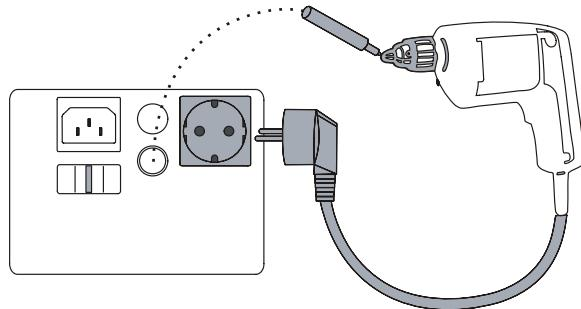

Abbildung 5. Messung des Isolationswiderstandes
- 1  Stecken Sie den Netzstecker des Prüflings in die Prüf-/Netzsteckdose. Bei Bedarf zusätzlich die Sonde (R_{ISO}), wie auf dem Tester dargestellt anschliessen, siehe Abbildung 5. Für Geräte der Schutzklasse I wird keine Prüfsonde benötigt. Bei Geräten der Schutzklasse II verbinden Sie die Prüfsonde mit allen berührbaren Metallteilen des Prüflings.